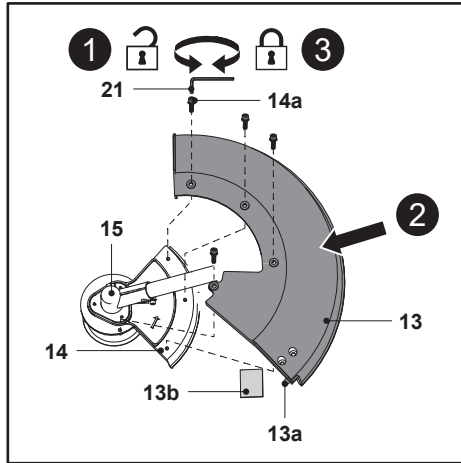

Fig. 5
1. Retirer les quatre boulons (14a) de la tête de coupe (14) à l'aide de l'outil multifonction fourni (21) et les garder à portée de main (Fig. 5, étape 1).
2. Aligner le carter de protection (13) sur le carter de coupe (14) et faire glisser le carter de protection (13) pour le mettre en place (Fig. 5, étape 2).
3. Fixer le carter de protection (13) avec les quatre boulons (14a) à l'aide de l'outil multifonction fourni (21) (Fig. 5, étape 3).